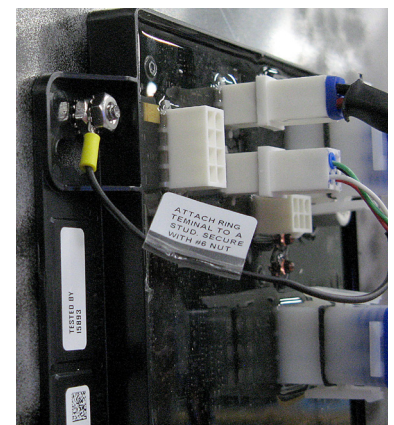

Figura 9: Cable de drenaje instalado
- Coloque la tuerca 6-32 en el montante y ajústela con una llave de tuercas de 5/16", como se muestra en la **Figura 9**.